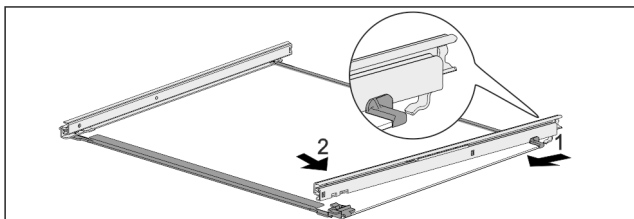

Fig. 45 Стеклопластина с направляющими
- ▶ Зацепите направляющую сзади. Fig. 45 (1)
- ▶ Защелкните направляющую спереди. Fig. 45 (2)